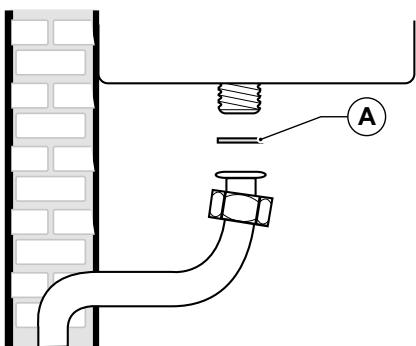

Рис. 13 Подключение к газовой сети
ОБЯЗАТЕЛЬНО, при подключении котла к линии подачи ГАЗА использовать накидную гайку (A) с применением прокладки в стыковой полости (смотри Рис. 13 Подключение к газовой сети).